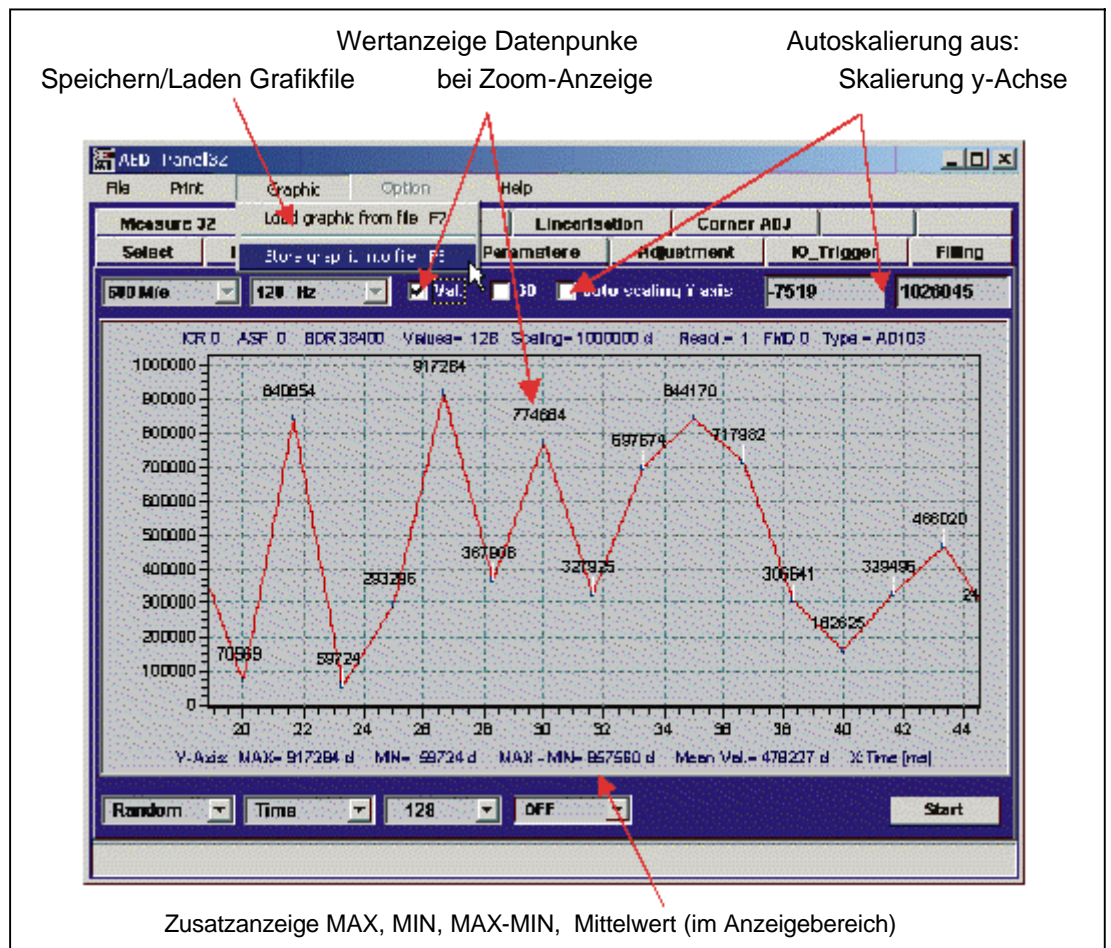

Abb. 3: Zoomanzeige mit Messwertanzeige
Abbildung 3 und 4 zeigen zusätzliche Funktionen im Grafikmenü.
Zoom-Funktion (Abbildung 3) :
- Speichern der Messung in den File *.grf und Auswertung (Cursor, Zoom,...siehe Einleitung, Abbildung 3)